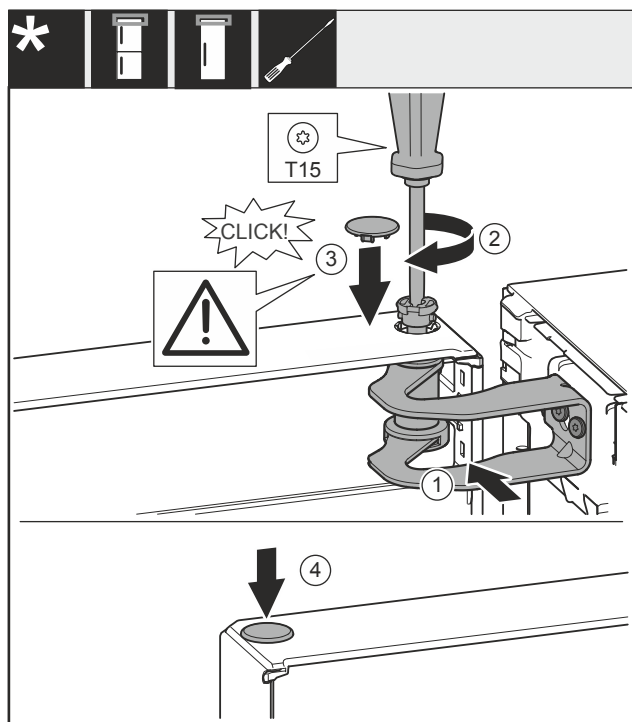

Fig. 57
- Dveře vyrovnejte s otvorem ve stojanu ložiska Fig. 57 (1).
- Vložte čep Fig. 57 (2) a pevně jej utáhněte šroubovákem.
- Nasadte kryt Fig. 57 (3).
- Zkontrolujte, zda kryt Fig. 57 (3) doléhá na dveře.
- Nasadte kryt Fig. 57 (4).